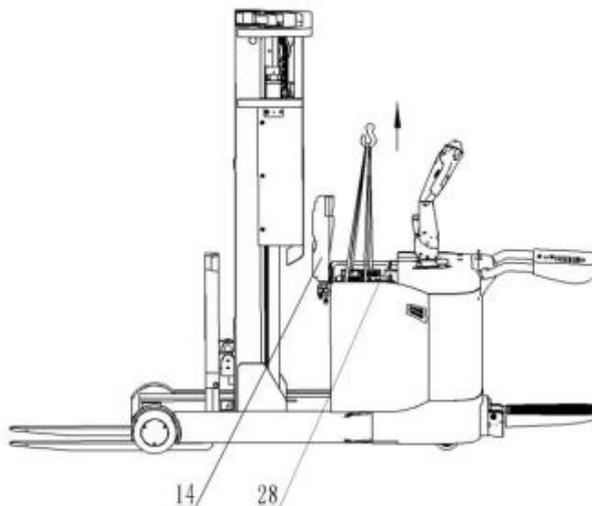

Рис. 11: Замена аккумулятора
Припарковать ричтрак в безопасной зоне, выключить его с помощью замкового выключателя (7), затем нажать аварийную кнопку (14). Отсоединить вилку аккумулятора (Рис.11) и аккуратно вытащить аккумулятор с помощью крана. Операция по установке аккумулятора происходит в обратном порядке. Первыми подсоединить положительные клеммы. В противном случае оборудование может быть повреждено.